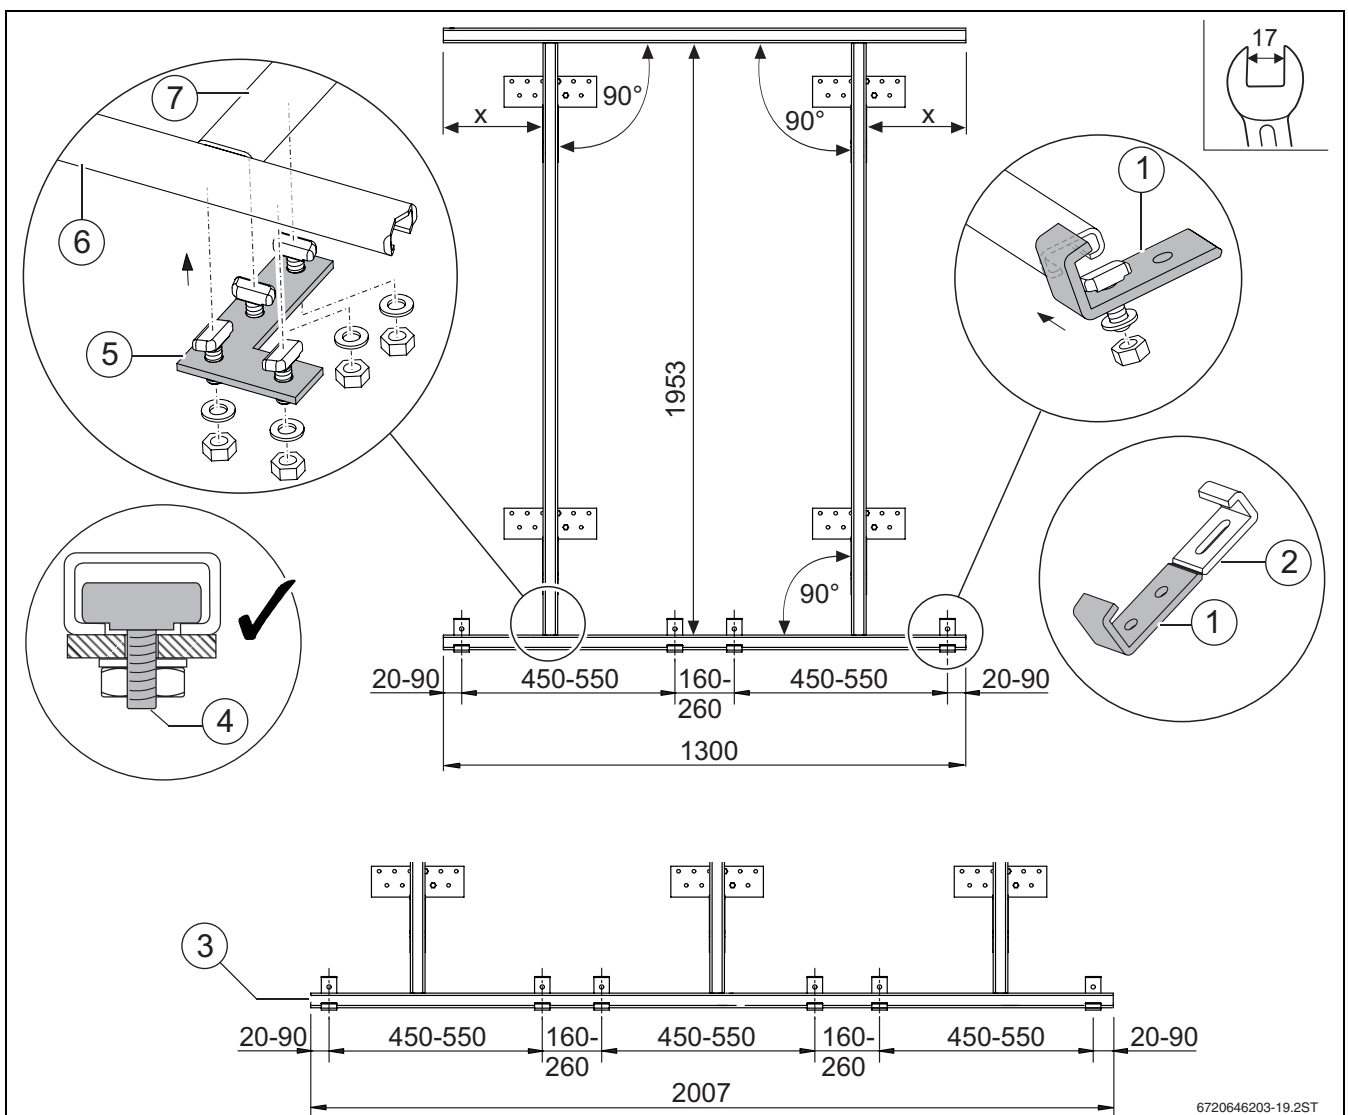

Fig. 29 Șine și gheare, toate dimensiunile în mm
- ▶ Montarea în prealabil a șuruburilor cu cap tip ciocan pe piesa de legătură în formă de L: → Fig. 29
- ▶ Montarea în prealabil a ghearelor de prindere în partea de jos pe șine orizontale (1300 mm sau 2007 mm): → Fig. 29